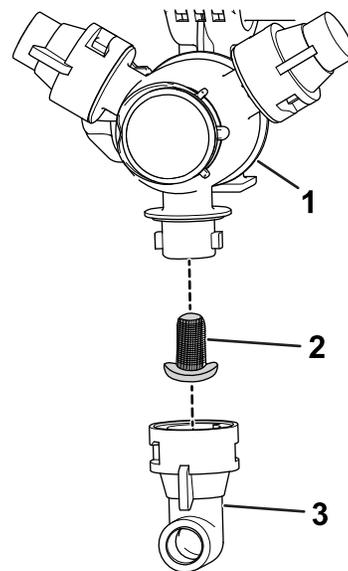

Figura 105
2. Retire la boquilla de la torreta de fumigación (Figura 105).
3. Retire el filtro de boquilla usado (Figura 105).
4. Instale el filtro de boquilla nuevo (Figura 105).
5. Instale la boquilla en la torreta de fumigación (Figura 105).